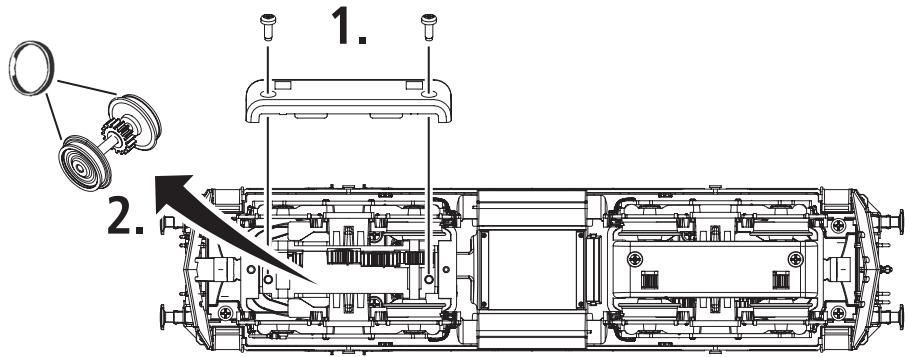
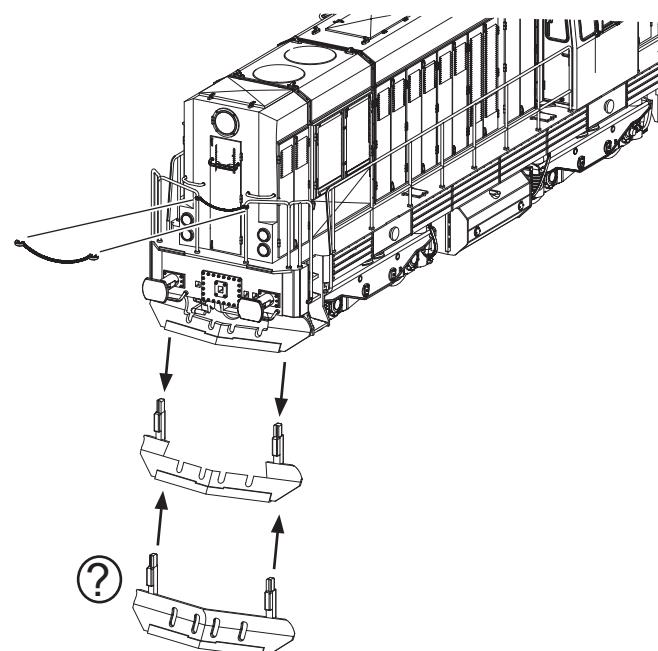

Fig. 5
Fig. 3
2. Schmierung: Verehen Sie die im Schmierplan in Fig. 8 gekennzeichneten Stellen mit nur **kleinen Öltropfen**. Dazu zuerst das Lokgehäuse abnehmen (Fig. 3). Wir empfehlen den ROCO **Öler Art.-Nr. 10906**. Fürs Schmieren der Getriebeteile (Zahnräder, Schnecke) empfehlen wir das **ROCO-Spezialfett Art.-Nr. 10905**. Im Falle der Schmierung diese Teile **nicht ölen**.
Mehrzugbetrieb: Zuerst Lokgehäuse abnehmen (Fig. 3). Danach den Brückenstecker aus der Schnittstelle entfernen (diesen sorgsam aufbewahren). Danach den Stecker des Decoders lagerichtig einsetzen (Fig. 5).
2. Lubrication: Apply **tiny oil drops** to spots marked in fig. 8. Prior to lubrication dismantle locomotive (fig. 3). We recommend using item no. **10906, Roco oiler**. For lubrication the gearparts (e.g. cogwheels, worm) we would recommend our Roco **special grease** (item no. **10905**).
Running in digital mode: Remove the jumper from the interface. Finally put the plug of the decoder into the interface as shown in fig. 5.
2. Graissage: N'appliquez **qu'une tout petite goutte** aux endroits indiqués par le plan de graissage (fig. 8) après avoir démonté la caisse de la locomotive (fig. 3). Nous vous recommandons **le graisseur à huile Roco réf. 10906**. Pour graisser les engrenages (roues dentées, vis sans fin) nous vous conseillons la **graisse spéciale Roco réf. 10905** pour engrenages en matières synthétiques. Lorsque vous utilisez cette graisse il faut éviter d'huiler ces composants.
Exploitation en télécommande multi-trains: Enlevez la fiche de shuntage de l'interface (à conserver!) et enfichez finalement la fiche de décodeur aux prises de l'interface. Veuillez à la position correcte de la fiche (fig. 5).
voir } Fig.3